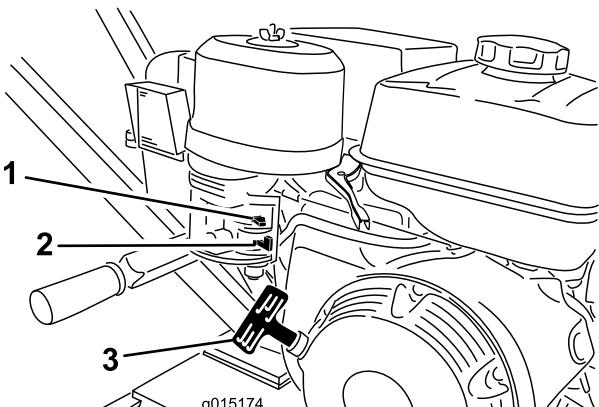

Figure 11
1. Tournez le robinet d'arrivée de carburant complètement à droite en position ouverte (Figure 11).
4. Tirez lentement la poignée du lanceur jusqu'à ce que vous sentiez une résistance, puis tirez vigoureusement. Relâchez lentement la poignée du lanceur (Figure 11).